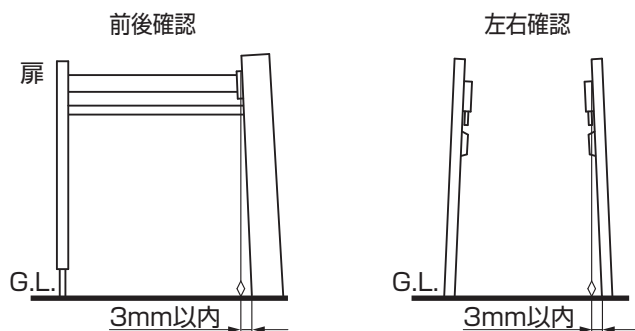

図3-5
- 左右の手動支柱を下げ振りを使用して垂直に施工してください。下げ振りとの寸法差は3mm以内（図3-5参照）
⑤柱の高さ：レーザーレベル等を使用して確認